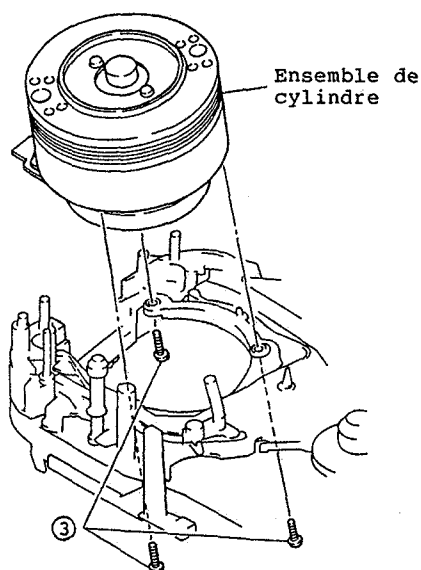

Fig. 2-79
2. Retirer les trois (3) vis de fixation immobilisant le cylindre complet. (Se reporter à la figure 2-79)